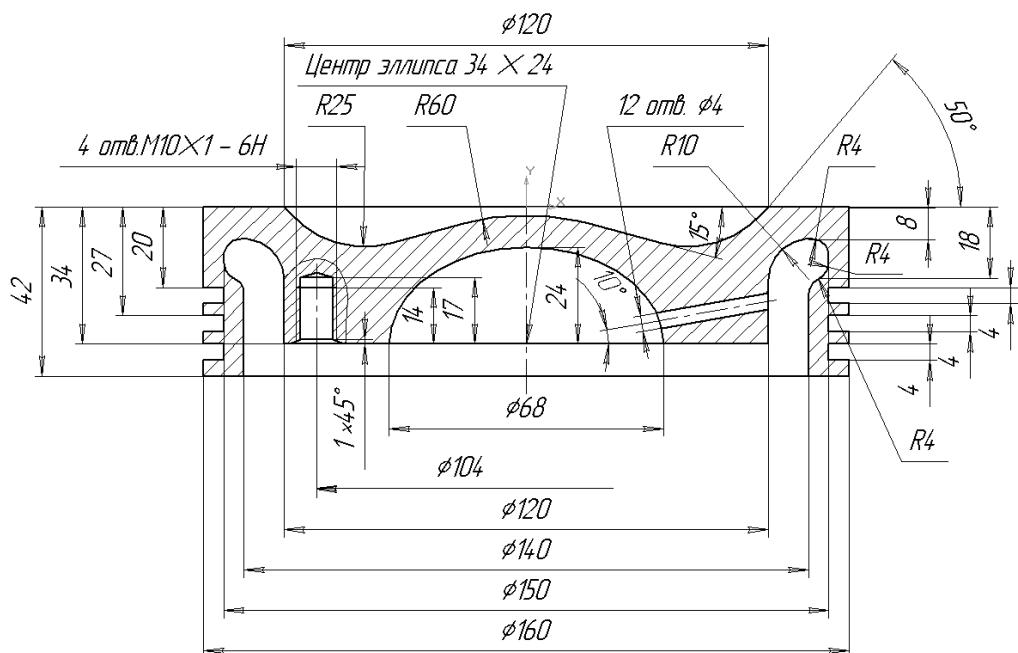

Рис. 3.47
На рис. 3.47 показан чертеж головки поршня, на основе которого разработан алгоритм ввода его геометрии. По многим элементам деталь симметрична, поэтому вычерчивать следует лишь одну половину, а остальные несимметричные элементы добавлять по мере необходимости. Центр координат логично установить в середине верхней части головки поршня.
курсора на **Панели свойств**  0.000 0.000. Координаты X и Y должны быть равны 0. Теперь в какую бы точку рабочего чертежа вы ни направили курсор, его координаты точек будут иметь величину, кратную 1 мм. После этого можно вводить координаты контура детали, в частности головки поршня, используя для этого чертеж этой детали (см. рис. 3.47). При этом перемещение мыши вверх будет увеличивать координату Y, а вниз – ее уменьшать. Соответственно перемещение мыши вправо увеличивает координату X, а влево – ее уменьшает. Только путем перемещения мыши установите в окне **Панели свойств** следующую последовательность координат: (80, 0); (80, -20); (75, -20); (75, -24); (80, -24); (80, -27); (75, -27); (75, -31); (80, -31); (80, -34); (75, -34); (75, -38); (80, -38); (80, -42); (70, -42); (70, -18); (75, -18); (75, -8); (60, -8); (60, -34); (0, -34). Указанная последовательность координат получена из чертежа головки поршня (см. рис. 3.47).
5. Скругление. Нажмите кнопку  **Скругление**. В окне **Радиус** введите **25** и выполните скругление тупого угла. Для этого нужно навести курсор на одну сторону угла и, когда линия окрасится в красный цвет, щелкнуть мышью, затем на другую сторону угла и также щелкнуть мышью. Внутренние полости под прямым углом скруглите радиусом 10 в одном месте и радиусом 4 в трех местах по контуру (см. рис. 3.47).
и в диалоговом окне установите флажок напротив слов **По сетке > ОК**. **Сервис – Параметры – Текущее окно – Сетка**. В диалоге **Параметры** установите шаг по осям X и Y – 10 мм и нажмите **ОК**. В этом случае расстояние между размерами будет строго фиксировано и равно 10 мм, как того требует ЕСКД, что придаст чертежу аккуратность и равномерную насыщенность. Последовательность и порядок простановки размеров аналогичны описанным в разделе 3.2.1 (пункты 16–19). После простановки размеров (см. рис. 3.47) следует сохранить чертеж под другим именем, например **Головка поршня2**. В итоге мы получим два файла: один – с размерами, другой – без них. Это необходимо для удобства последующей сборки.